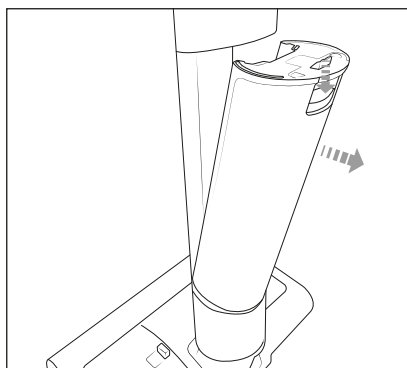

Fig. 5
❶ ATTENTION !
-  Remplissez le réservoir d'eau propre ❺ uniquement avec de l'eau du robinet froide à chaude (jusqu'à max. 60 °C) ou de l'eau distillée. N'utilisez pas d'eau bouillante.
- N'utilisez jamais l'appareil sans eau dans le réservoir d'eau propre ❺.
- 1) Placez l'appareil en position verticale et tenez la poignée ❶ d'une main.
- 2) Appuyez sur le bouton de déverrouillage ❺ du réservoir d'eau propre ❺ et retirez le réservoir d'eau propre ❺ de l'appareil (voir fig. 5).